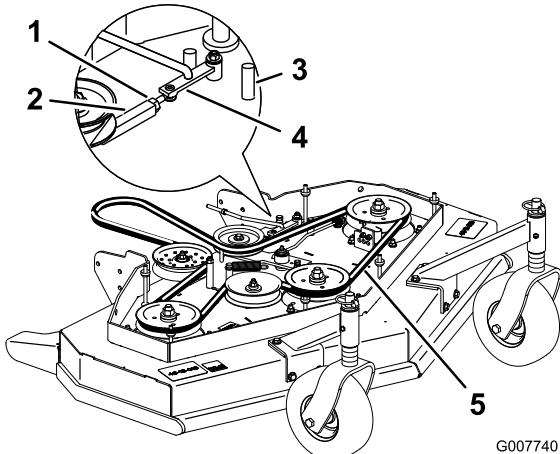

Bild 44
3. Lösen Sie die Sicherungsmutter an der Spannschraube (Bild 44).
Drehen Sie die Spannschraube zur Vorderseite des Mähwerks, um die Riemenspannung zu verringern (Bild 44).